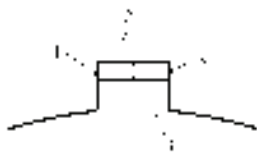
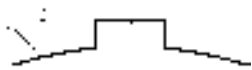
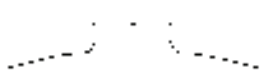

图 8-105 放大后的局部视图
图 8-106 修剪、删除后的局部视图
图 8-107 圆角操作后的局部视图
2) 放大局部视图。单击“修改”工具栏中的“缩放”按钮，用窗选方式选择复制过来的局部视图，以点 (320,105) 为基点，对图形进行两倍放大。结果如图 8-105 所示。
3) 修剪对象。单击“修改”工具栏中的“修剪”按钮, 以图 8-105 所示的直线 4 为剪切边, 对图 8-105 中的直线 1、直线 3 进行修剪。
4) 删除对象。将图 8-105 所示的圆弧 2 删除, 结果如图 8-106 所示。
5) 圆角。单击“修改”工具栏中的“圆角”按钮, 对图 8-106 所示的直线 2、圆弧 1 进行圆角操作, 圆角半径为“2”。重复“圆角”命令, 对中心线右边的对象进行圆角处理, 结果如图 8-107 所示。